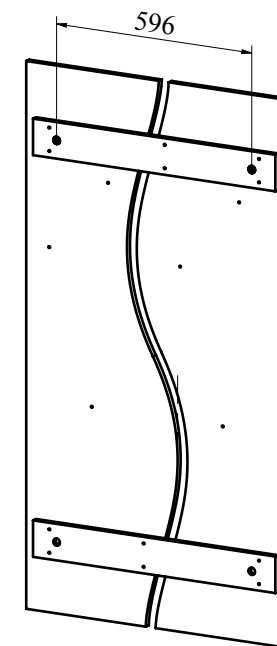

Рис.3
4. С помощью карандаша и рулетки разметьте стену (Рис. 3). Просверлите два отверстия под дюбель. Вбейте два дюбеля и вкрутите крючки для навесов.